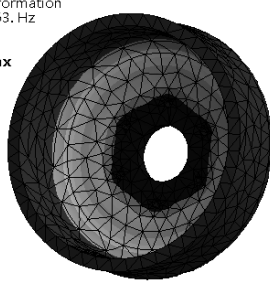

图 6-95 第五阶振形结果
Step9：在 Outline 栏 Solution (A6) 中 Total Deformation 5 选项上单击，显示第五阶振形结果，如图 6-95 所示。